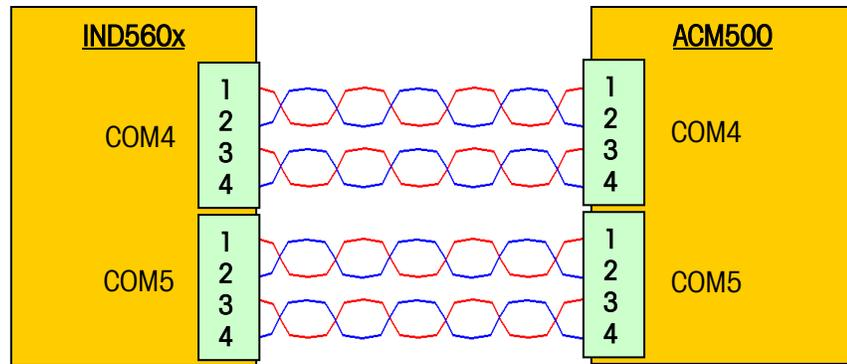

Figure 3-12 : I.S. Câblage de l'interface série
4. Suivez les connexions de câblage illustrées à la Figure 3-12 et dans le Tableau 3-3. Voir la Figure 3-11 pour identifier plus facilement les positions des bornes. Essayez de maintenir le câblage interne aussi court que possible.
6. Suivez les connexions de câblage illustrées à la Figure 3-12 et dans le Tableau 3-3. Voir la Figure 3-11 pour identifier plus facilement les positions des bornes. Essayez de maintenir les fils internes aussi courts que possible.